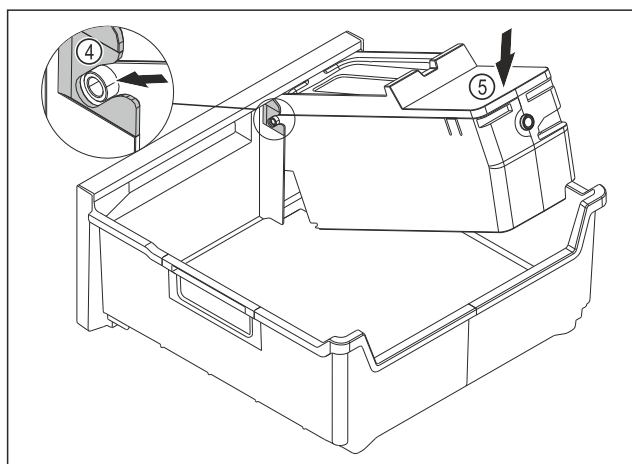

Fig. 246
- ▶ Izvadite tijelo sustava EasyTwist-Ice: Umetnite osovine tijela sustava EasyTwist-Ice u vodilice Fig. 246 (4).
- ▶ Pritisnite tijelo sustava EasyTwist-Ice Fig. 246 (5) otraga prema dolje.